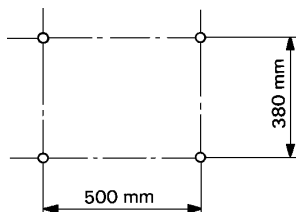

Fig. 13
- 1) Deze condensoreenheid wordt met vier bevestigingsgaten geleverd. Bevestig de condensoreenheid met vier bouten. Zie fig. 13.